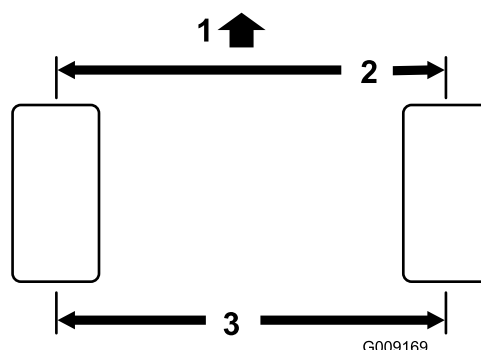

Figure 106
**Remarque:** Le pincement des roues arrière est correct si la différence de mesure entre les roues avant et arrière est 6 mm ( $\frac{1}{4}$  po) ou moins (Figure 106).